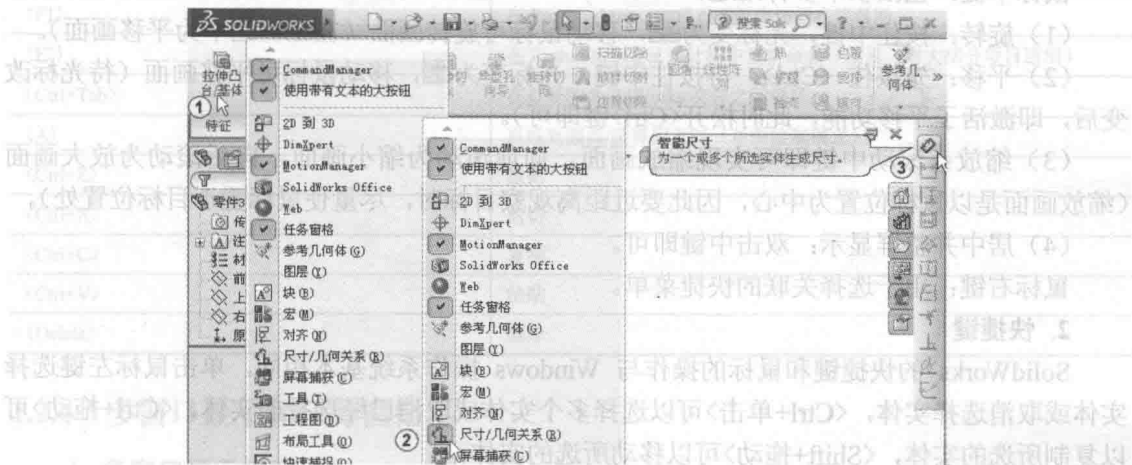

图 1-13 自定义工具栏
在面板中单击鼠标右键，如图 1-13 中①所示。弹出工具栏的下拉菜单，这些菜单左边的复选框若有勾，系统将显示对应的工具栏；这些菜单左边的图标若被选中按下，如图 1-13 中②所示，系统将显示对应的工具栏，如图 1-13 中③所示。在面板中单击鼠标右键，取消复选框中的勾，则对应的工具栏将被隐藏。